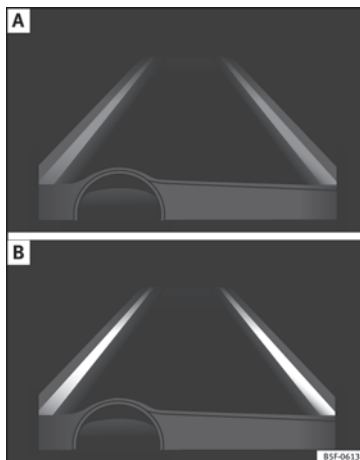

Fig. 206 En la pantalla del cuadro de instrumentos: indicación en la pantalla del sistema de aviso de salida del carril (ejemplo 1).
- El sistema está activado, pero no disponible, bien por no haber alcanzado la velocidad mínima o bien porque no reconoce las líneas de carril » **fig. 206 A**.
- El sistema está activado y disponible, tiene las dos líneas del carril reconocidas. En este momento no está corrigiendo la trayectoria » **fig. 206 B**.